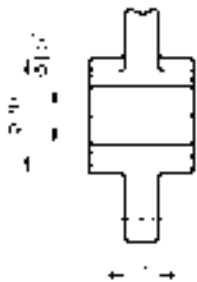

图 6-57 标注公差尺寸
9) 标注公差尺寸。单击“标注”工具栏中的“线性”按钮，标注公差尺寸，结果如图 6-57 所示。